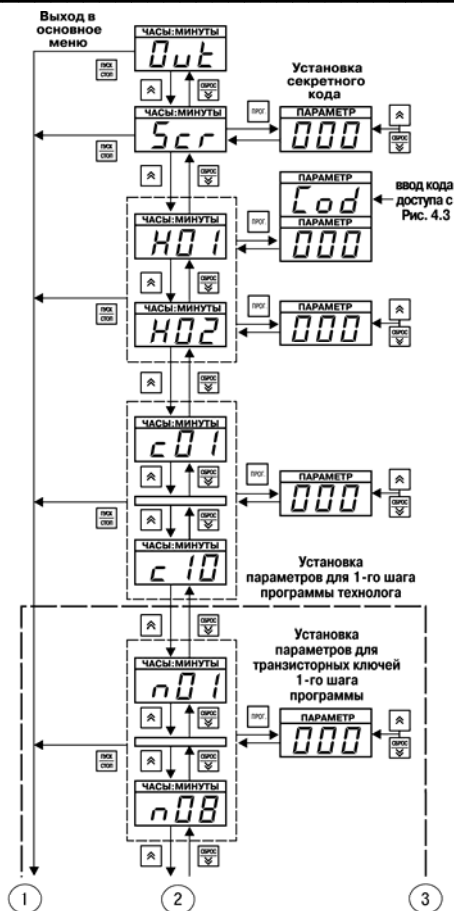

Рис. 4.4. Схема, поясняющая программирование на уровне L1
L2 необходимо нажать кнопку  (см. рис. 4.4), после чего прибор перейдет в состояние «*Out*» основного меню.
4.2.4.1. На рис. 4.4 изображена схема, поясняющая программирование на уровне L1, где задаются значения параметров программ управления (программ технолога). На индикаторе «ЧАСЫ:МИНУТЫ» отображаются имена параметров программ управления, на индикаторе «ПАРАМЕТР» – значения параметров (см. Приложение Д).
**Примечание.** Все параметры, изображенные на рис. 4.4, кроме двух самых верхних и двух самых нижних прямоугольников, принадлежат только одной программе управления (программе технолога).
Продолжение рис. 4.4